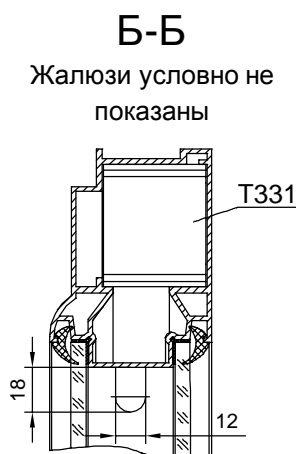

Рис. 6.5.4
- 1.1. Со стороны установки привода жалюзи выполнить паз 12мм (см. рис. 6.5.4).